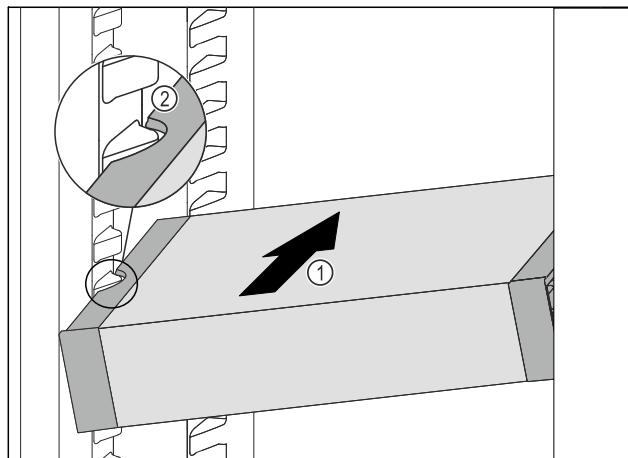

Fig. 99
- Вкарайте VarioSafe под ъгъл в хладилната част Fig. 99 (1), докато странничните прорези Fig. 99 (2) на VarioSafe се намират на височината на реброто на съда в хладилната част.